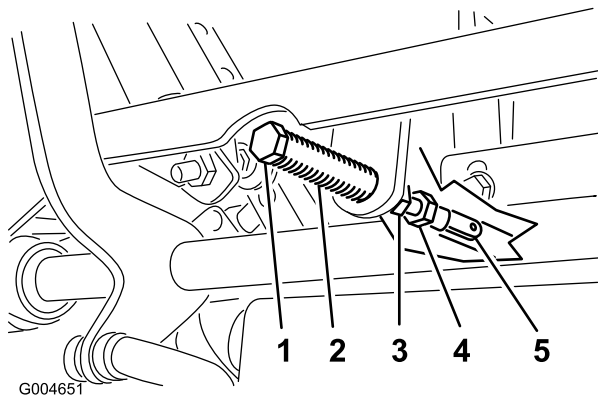

Figure 56
5. Tirez-le ensuite en arrière jusqu'à ce que l'axe de chape (situé sur un bras au-dessus de l'axe de pivot) touche l'extrémité de l'encoche (c.-à-d. commence juste à appuyer sur le ressort) (Figure 56).
7. Si un réglage s'impose, desserrez l'écrou et l'écrou de blocage vissés contre la chape (Figure 56).